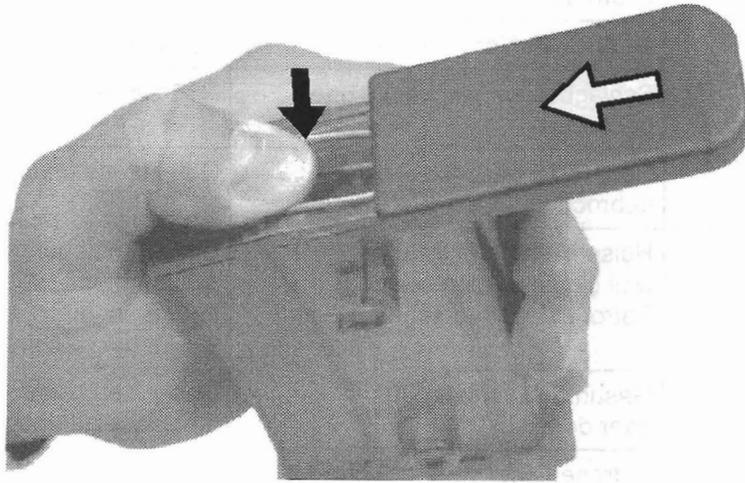

Bild 30 Magazin zusammenbauen
- ⇒ Mit dem Daumen Magazinfeder in das Magazingehäuse eindrücken (Bild 30).